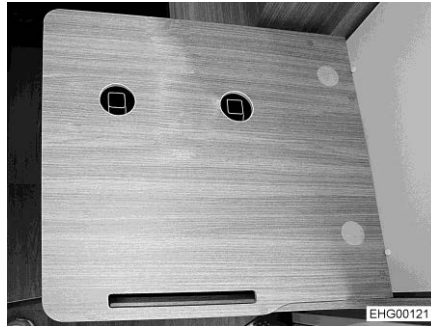
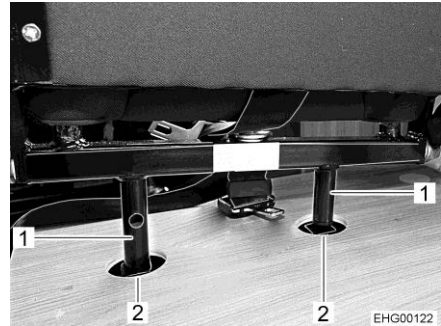

Bild 29 Lådkonsol
Bild 30 Stänger (isatta)
- Sätt i stolens båda stänger (Bild 30,1) i hålen (Bild 30,2) i lådkonsolen (Bild 29).